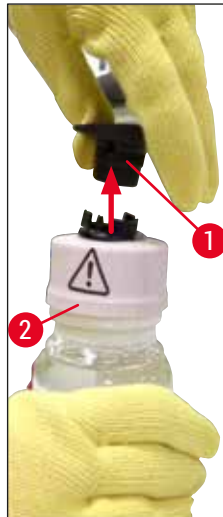

Fig. 57
5. Estrarre un nuovo flacone della soluzione di montaggio (→ Fig. 57) dalla confezione e rimuovere il tappo in plastica nero (→ Fig. 57-1).